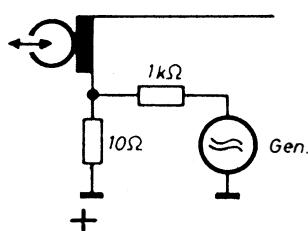

Fig. 17
#### 5.5 Mesure de la correction à la lecture (voir fig. 17)
2. Connect an audio oscillator according to Fig. 17.
2. Brancher un générateur BF comme présenté à la figure 17.
2. Conectar el generador de baja frecuencia, según indica fig. 17.